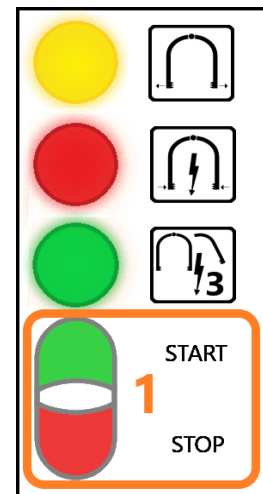

Abb. 8 VBE-M.
3. Schalten Sie das **VBE-M**-Gerät mit der Taste **START** (**Abb. 8 Pos. 1**) ein: das Gerät schaltet automatisch in den Modus „betriebsbereit“ (während der Betäubung arbeitet das Gerät mit Netzstrom);